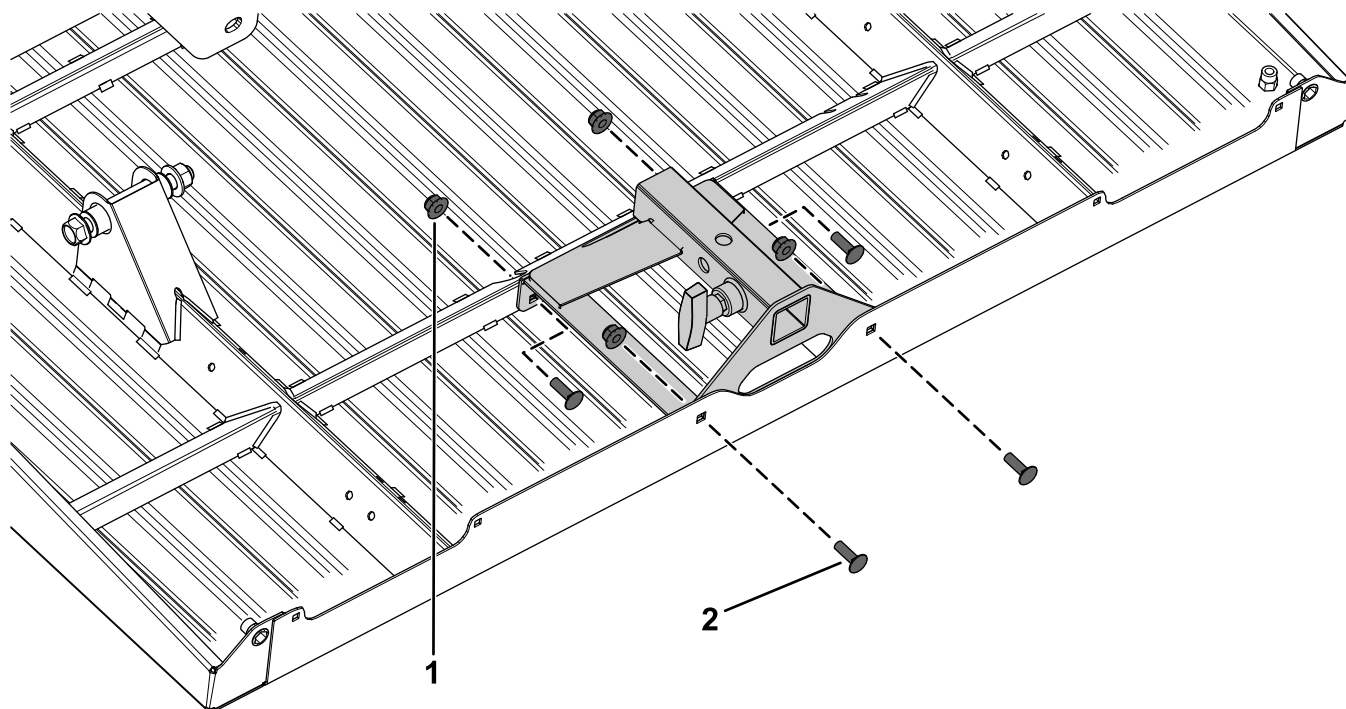

**Figura 2**
1. Prenda a pega em T ao recetor do acessório traseiro utilizando a porca de retenção e parafuso de cabeça de tremço (Figura 2).